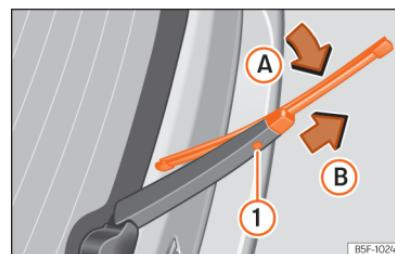

Fig. 190 Substituição da escova do vidro traseiro.
- Rode ligeiramente a escova »» Fig. 190 (seta A).
- Mantenha pressionado o botão de desbloqueio (1) puxando pela escova no sentido da seta (B).
- Introduza uma escova nova no braço limpa para-brisa com o mesmo comprimento e características, no sentido contrário à seta (B) até que encaixe o botão (1).